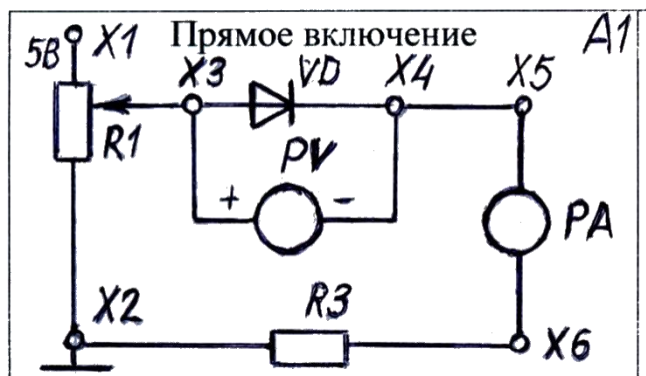

Рисунок 2 = Схема включения диода в прямом направлении.
5) Подать питание на исследуемую схему (рисунок 2): «+» на X1, «-» на X2.